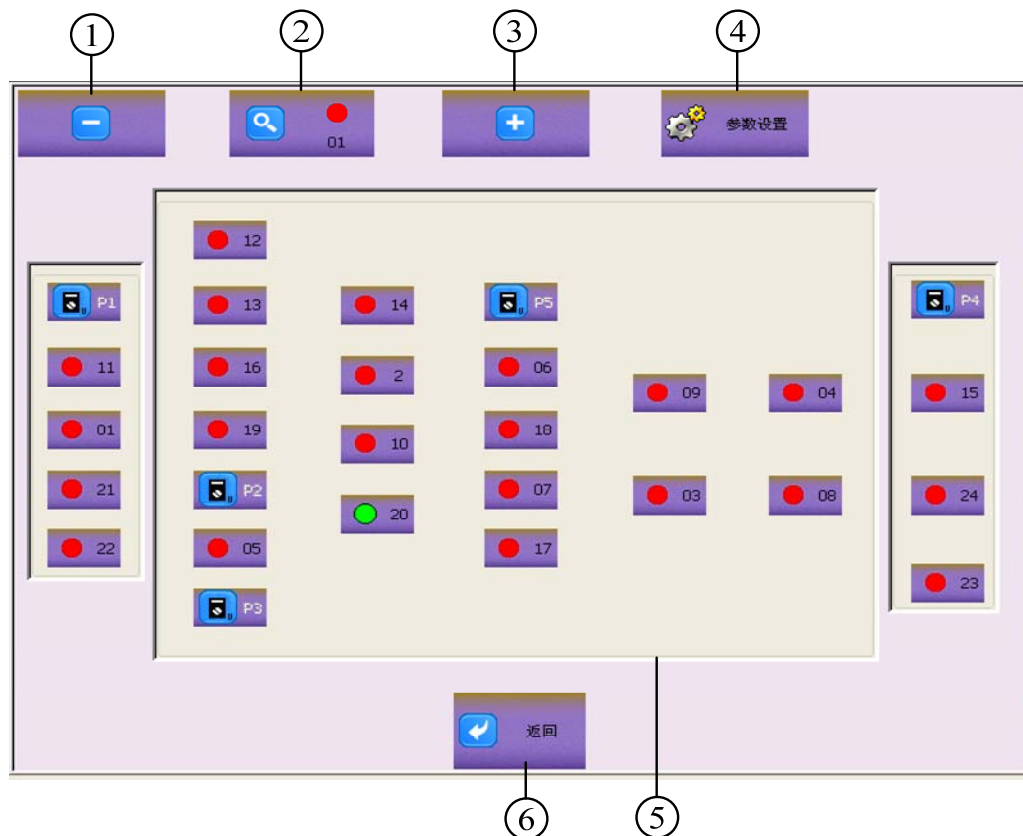

图30 参数设置主界面
B2显示器诊断设置界面如图29所示，在该界面点击模块参数设置按钮 ，输入密码后进入参数设置主界面，如图30所示。点击单个模块图标即可进入该模块的参数设置界面。模块的参数设置分为AI模块参数设置，DI模块参数设置和DO模块参数设置。
- ① 按下该按钮，将跳转到上一个模块的参数设置界面
- ② 模块号：显示当前模块的模块号，图 30 中显示的是 J01 模块
- ③ 按下该按钮，将跳转到下一个模块的参数设置界面
- ④ 模块诊断按钮：点击该按钮，将进入当前模块的故障诊断界面
- ⑤ 模块标识按钮：点击某个模块的图标，将进入该模块的参数设置界面
- ⑥ 返回按钮：点击该按钮，将进入 B2 显示器的诊断设置界面